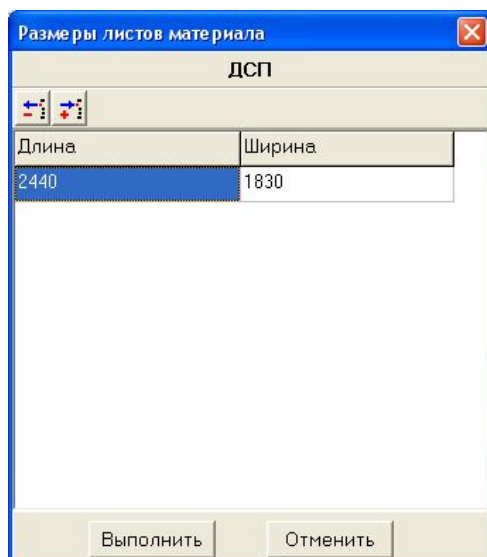

Рис. 5.2 Окно ввода размеров листов материала
**Размер листа**. При этом появляется диалоговое окно (рис. 5.2).